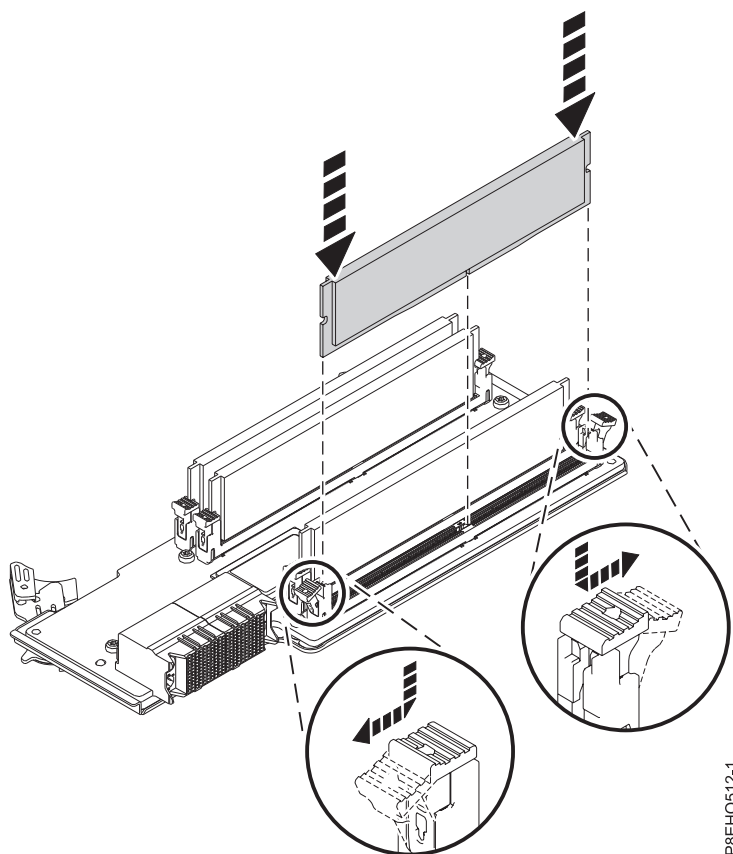

Figura 90. Sustitución del DIMM de memoria en una ranura de la tarjeta de expansión
- a. Presione las pestañas de bloqueo hasta que queden abiertas, alejándolas de la ranura, en la dirección que se muestra en la Figura 90 en la página 76.